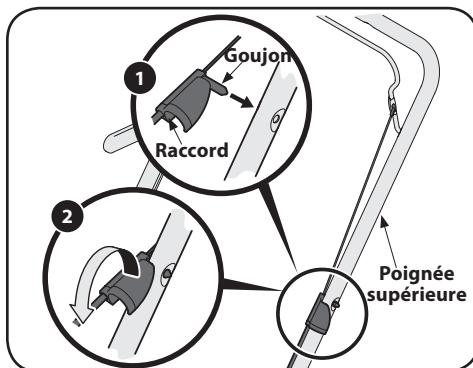

Figure 3-3
1. Pressez le goujon du raccord dans le trou sur le côté gauche de la poignée supérieure. Voir Figure 3-3.